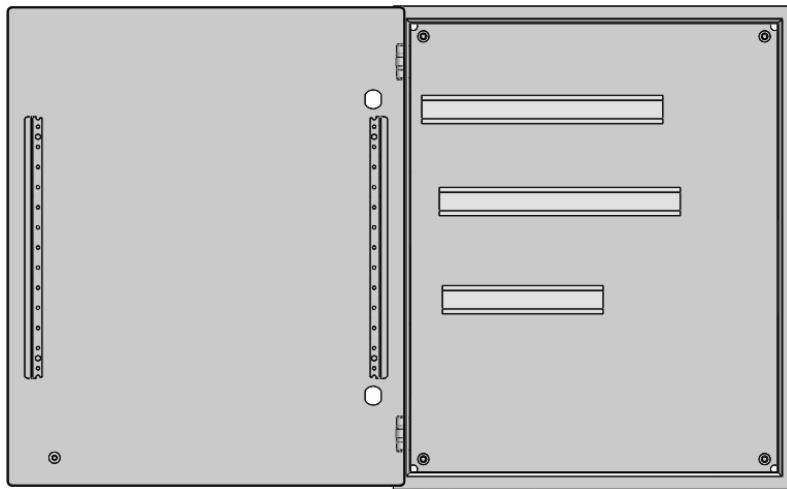

图 11-9 插入其他导轨
**步骤 8 插入其他导轨** 使用相同的步骤，插入两个导轨 034486，长度分别为 300mm 和 200mm。如图 11-9 所示。